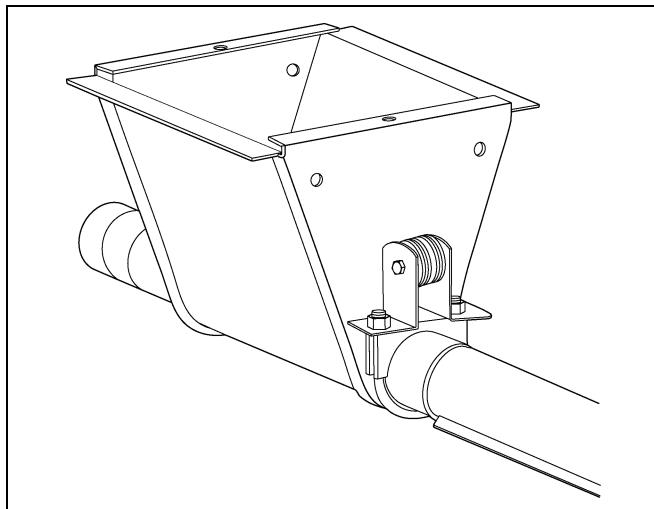

Рисунок 4Y
1. Подсоедините воронку к последней секции кормораздаточной линии с помощью прилагающегося У-образного болта и изолятора в сборе, как показано на Рисунок 4Y. Убедитесь, что воронка выровнена или параллельна земле.